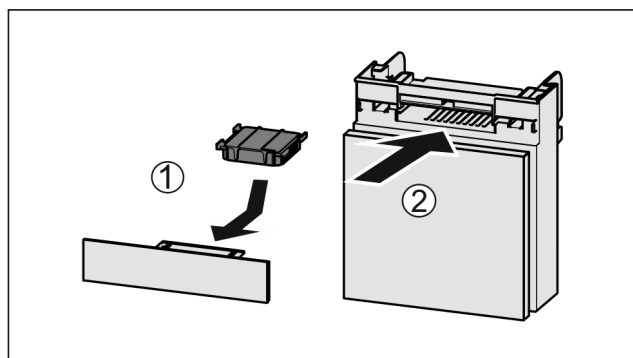

Fig. 77
- ▶ Filtr s aktivním uhlím vložte podle vyobrazení Fig. 77 (1).
- ▶ Zásuvku zasuňte Fig. 77 (2).